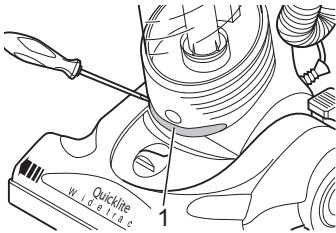

Abb. 32
1. Hebeln Sie die Beleuchtungsabdeckung (Abb. 32/1) der Bürstenfuß-Beleuchtung vorsichtig mit einem Schraubendreher heraus.